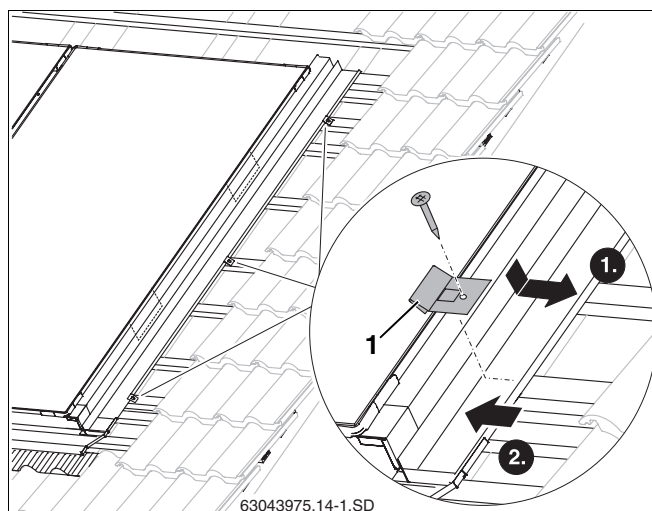

Рис. 50 Крепление бокового накладного листа
- Уложить прихват (рис. 50, **поз. 1**) в кант бокового накладного листа.